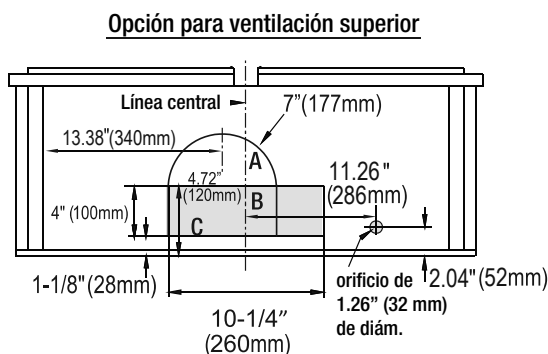
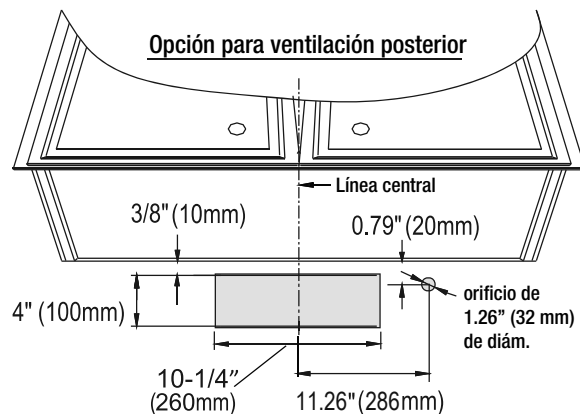

Fig.3
Fig.4
- a. Determine si su sistema de ventilación existente es de ventilación en la parte superior o posterior, y asegúrese de que las aberturas en la alacena o en la pared para el regulador y para la alimentación eléctrica estén en un lugar adecuado y sean del tamaño apropiado, de acuerdo con la Fig. 3 si es ventilación superior, y con la Fig. 4 si es ventilación posterior. Para la ventilación en superior (Fig. 3), si utiliza un regulador redondo, la abertura debe ser A y B, únicamente. Si utiliza un regulador rectangular, la abertura debe ser B y C, únicamente.